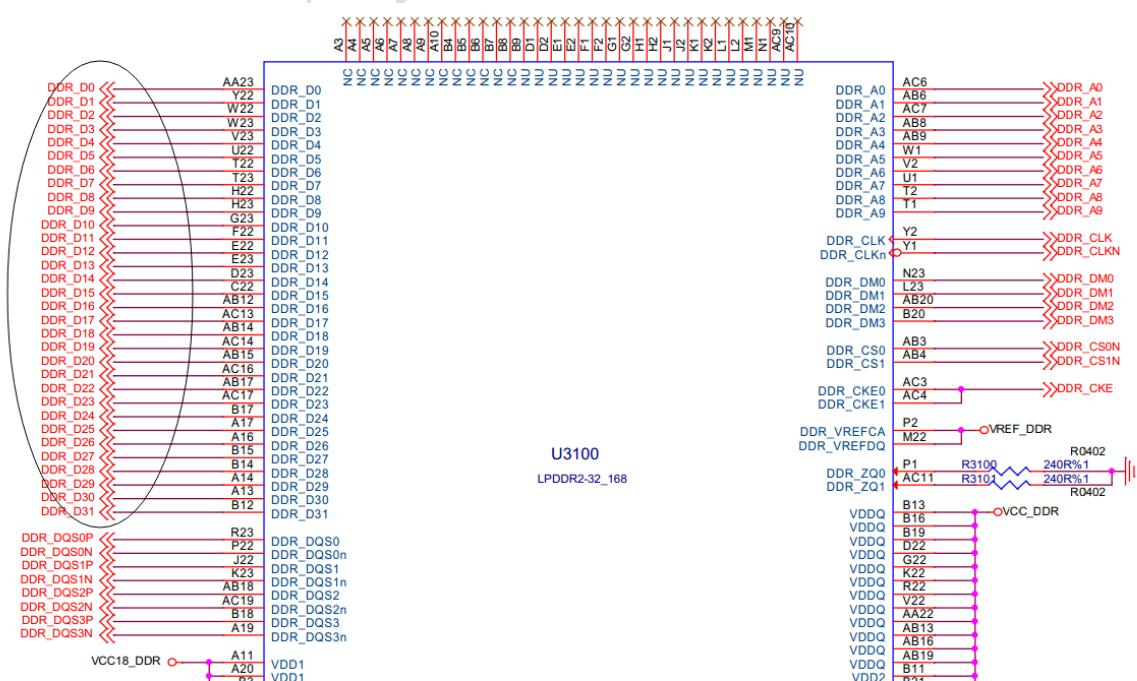

图 7-2
- 如果使用 LPDDR2， GROUP A 不能做组内及组间调换，要求一一对应连接到颗粒的 D0~D7；其余数据线（GROUP B、C、D）可以做组内调换（如 DDR0_D8~D15 随意调换顺序），或者是整组间调换（如 GROUP B 与 GROUP C 整组进行调换）；如图 7-2 所示。